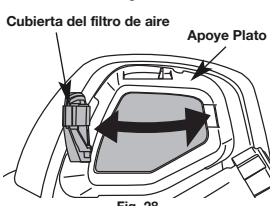

Fig. 28
7. Vuelva a instalar la tapa del filtro de aire. Coloque las dos pequeñas lengüetas de la cubierta del filtro de aire sobre las dos ranuras de la placa posterior y presione la cubierta hacia abajo, cerciorándose que la lengüeta y la ranura estén bien alineadas, hasta que encaje en su lugar (Fig. 28 y 27).